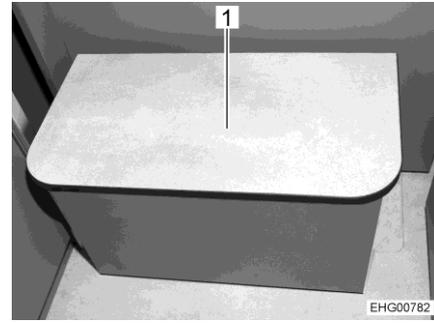

Bild 67 Aufstiegshilfe
- Aufstiegstritt (Bild 67,1) anheben und einklappen.